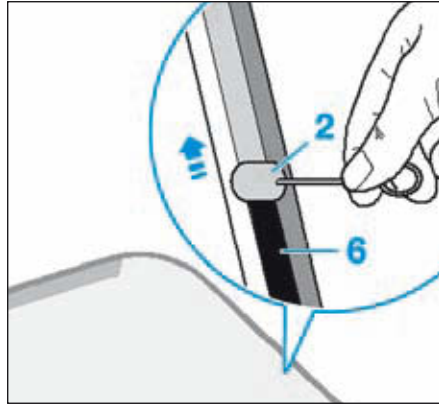

FIG. 13
- Appliquer le primaire en suivant la trace du primaire de fabrication (6) (L = 20 mm) puis laisser sécher 10 minutes (Fig.13).